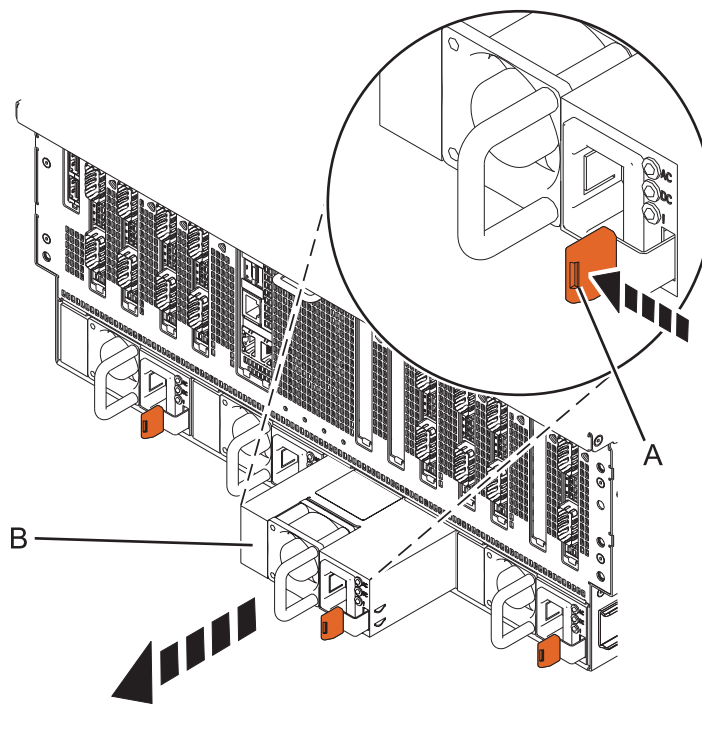

Figure 6. Retrait d'un bloc d'alimentation de l'arrière du châssis du système
2. Appuyez sur la languette de verrouillage de couleur ocre (**A**) dans la direction indiquée dans la figure 6.
3. Retirez le bloc d'alimentation (**B**) du système, comme illustré à la figure 6.